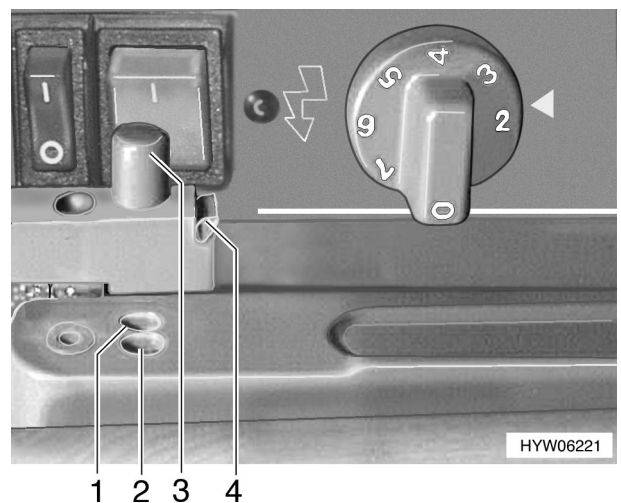

Bild 117 Arretierung der Kühlschrantür (Variante 1)
- Mit seitlichem Druck gegen den grünen Sicherungskeil (Bild 117,4) die Arretierung lösen. Der Verschlussbolzen (Bild 117,3) springt heraus.
- Verschlussbolzen (Bild 117,3) eindrücken, so dass er in die äußere Raststellung (Bild 117,2) einrastet.
- Verschlussbolzen (Bild 117,3) eindrücken, so dass er in die innere Raststellung (Bild 117,1) einrastet. Die Kühlschrantür bleibt damit leicht geöffnet.